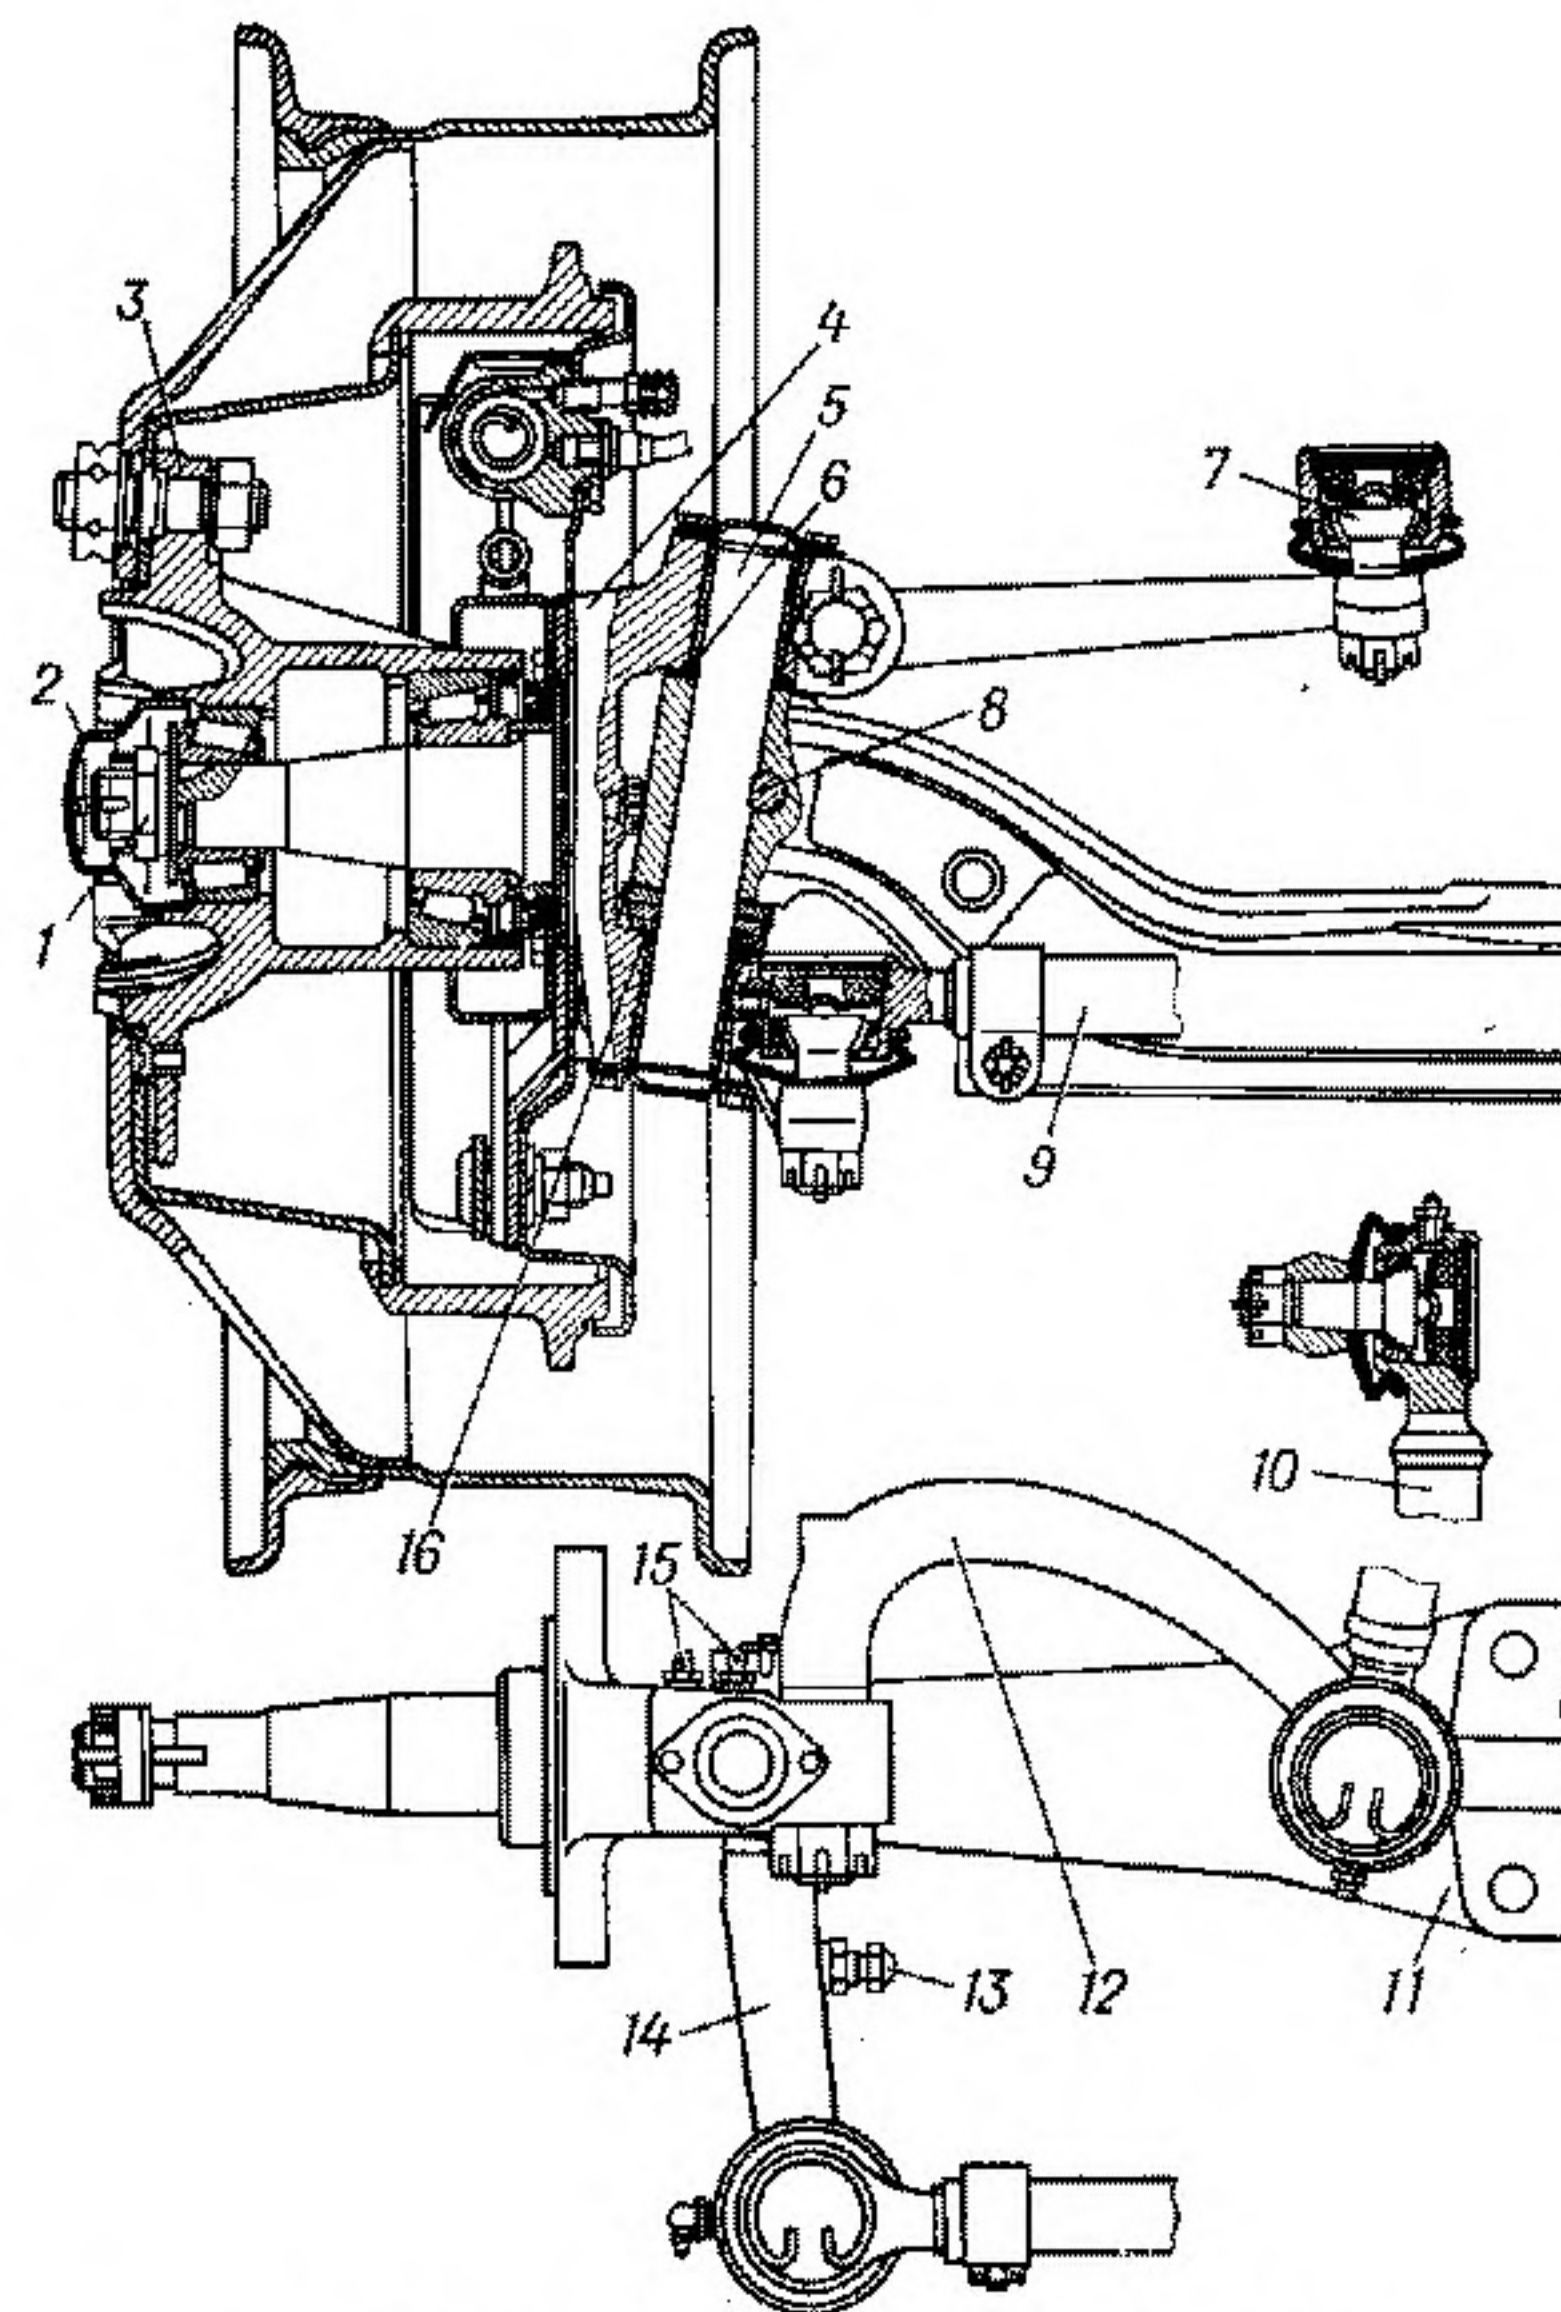

Рис. 50. Передняя ось автомобиля ГАЗ-53-12:
1. Поднять колесо домкратом так, чтобы шины не касались пола, снять колпак 2 (рис. 50), расшплинтовать и ослабить регулировочную гайку 1 на 1/2 оборота, проверить, свободно ли вращается колесо. В случае торможения колеса устранить причину тугого вращения его.